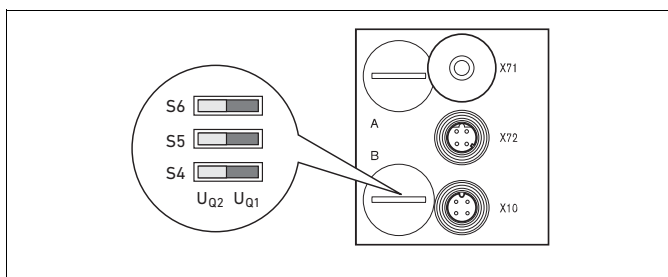

Fig. 6: Interruttori S4, S5, S6 per l'assegnazione delle tensioni di alimentazione delle valvole (U_{Q1} , U_{Q2})
1. Aprire il coperchio a vite inferiore **B** (ved. fig. 6 a pagina 134).
2. Servendosi degli interruttori S4, S5 e S6, assegnare ad ogni gruppo valvola una delle tensioni di alimentazione U_{Q1} o U_{Q2} (ved. fig. 6 e tab. 14 a pagina 134).